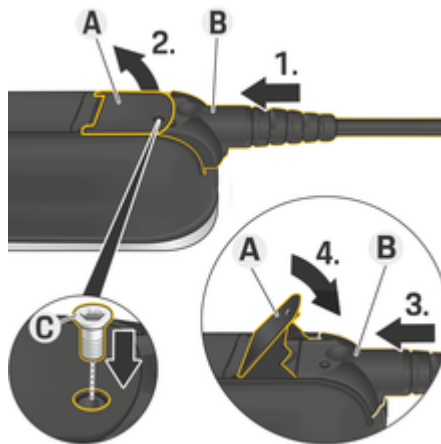

Fig. 82: Fissaggio del cavo e del connettore
- ✓ La linguetta **A** (Fig. 82) è chiusa.
1. Inserire il connettore **B** (Fig. 82) nell'unità di comando fino ad avvertire una prima resistenza.
2. Sollevare la linguetta **A** (Fig. 82).
3. Inserire completamente il connettore **B** (Fig. 82).
4. Richiudere la linguetta **A** (Fig. 82).
5. Fissare il connettore **B** (Fig. 82) con la vite **C** (Fig. 82) all'unità di comando.